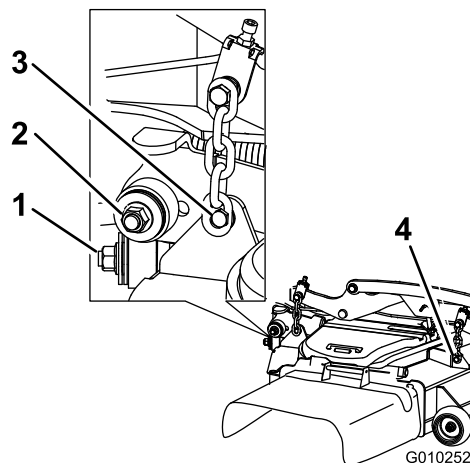

Figure 96
7. Enlevez et mettez de côté les fixations des deux côtés du tablier, comme montré à la Figure 96.